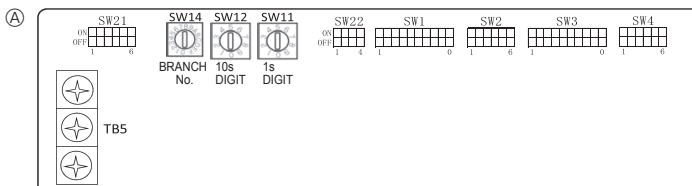

Fig. 5-9
5.5. Configuration des adresses (Fig. 5-9)
- ① Comment définir les adresses
- ② Comment définir les numéros des ramifications SW14 (série R2 seulement)
5.6. Réglage des interrupteurs pour différentes hauteurs de plafond (Fig. 5-9)
5.7. Détection de la température ambiante à l'aide du capteur intégré de la commande à distance (Fig. 5-9)